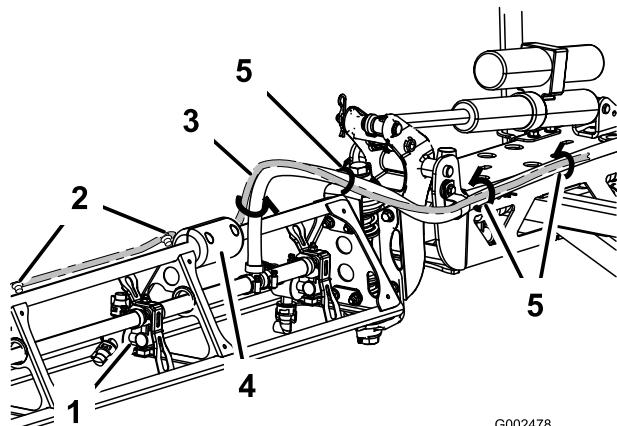

Bild 4
6. Verlegen Sie den Sensordraht oben entlang der Auslegerstütze zum Schiebeblock (Bild 4). Befestigen Sie ihn oben am Ausleger mit den Clips.
7. Verlegen Sie den Sensordraht unter dem Schiebeblock zum Zufuhrschauch des Auslegers und dann zum mittleren Ausleger. Befestigen Sie den Kabelbaum mit den Nylonkabelbinden am Auslegerschlauch (Bild 4).